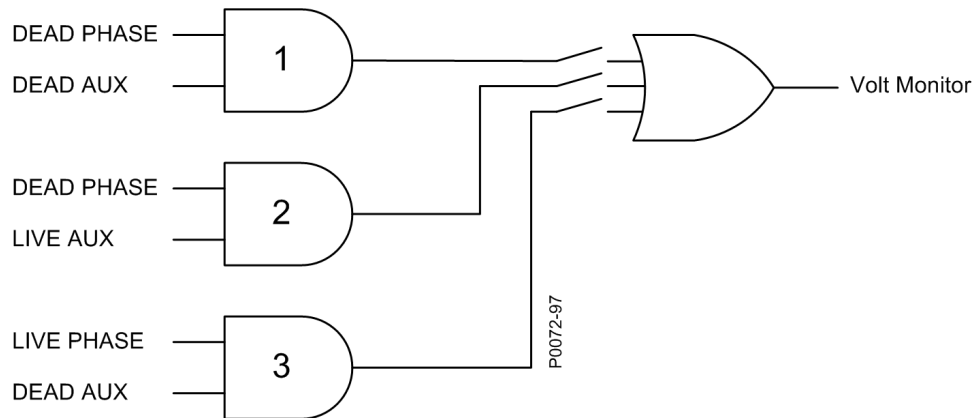

Figure 6-1. Logique de surveillance de la tension
La logique Surveillance de tension (Volt Monitor) est représentée dans la Figure 6-1. Il est possible de sélectionner n'importe quelle combinaison de paramètres logiques pour la logique de surveillance de la tension dans l'écran des paramètres Contrôle de synchronisation (25) de BESTCOMSPlus. Lorsqu'une combinaison logique est sélectionnée, l'élément de contrôle de synchronisation ferme le commutateur correspondant de la Figure 6-1, associé à chacune des sorties.